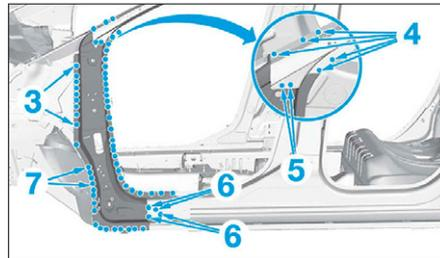

FIG. 62
- Souder par points bouchons MAG en (3), (4), (5), (6) et (7) comme illustré (Fig.62).
- Meuler les points bouchons MAG en (3).